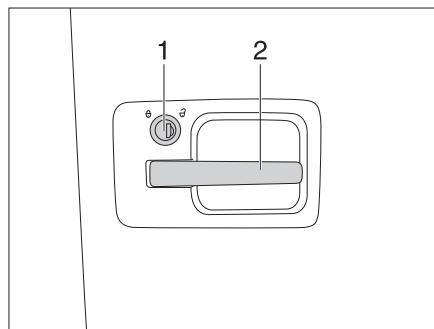

Bild 19 Türschloss, außen
- Schlüssel in Schließzylinder (Bild 19,1) stecken und im Uhrzeigersinn drehen, bis das Türschloss entriegelt ist.
- Am Türgriff (Bild 19,2) ziehen. Die Tür ist geöffnet.
- Schlüssel in Schließzylinder (Bild 19,1) stecken und entgegen dem Uhrzeigersinn drehen, bis das Türschloss verriegelt ist.